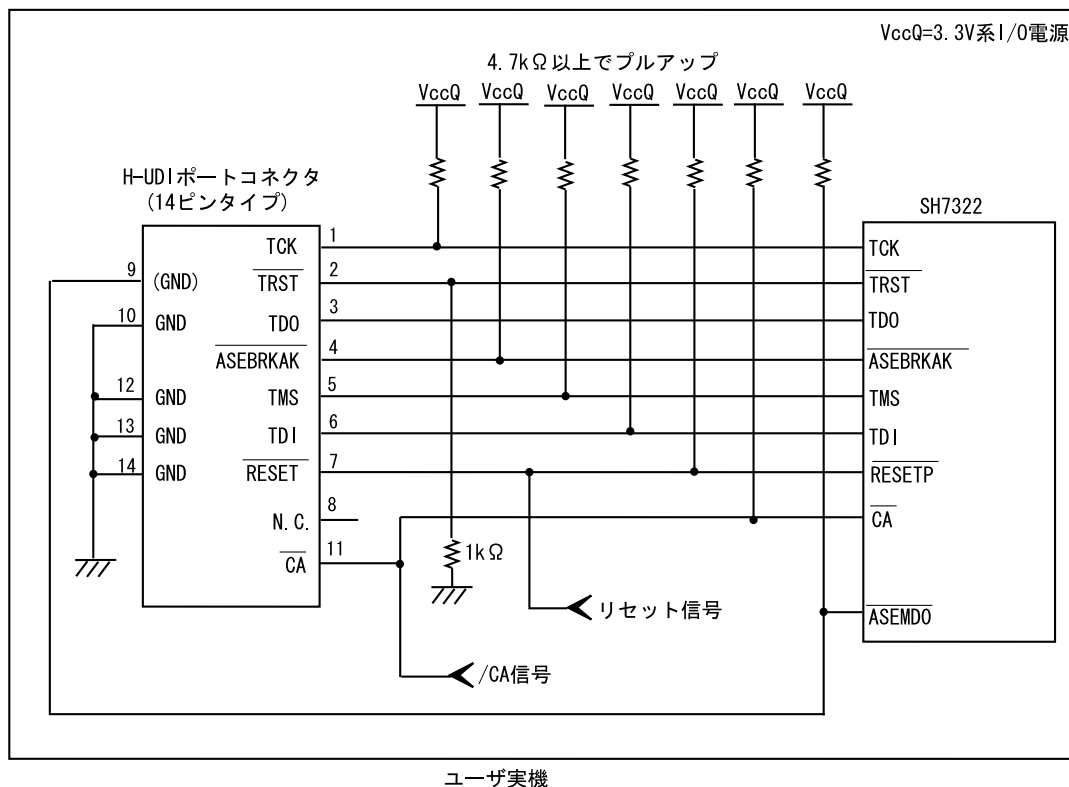

図 1.6 E10A-USB 使用時の H-UDI ポートコネクタ - チップ間の接続例
E10A-USB エミュレータ使用時の H-UDI ポートコネクタ(14 ピンタイプ)とチップ間の推奨接続例を図 1.5、UVCC 未接続時の接続例を図 1.6 に示します。
- E10A-USB エミュレータのスイッチ(SW2=0, SW3=0 側)を切り替えることにより 11pin を /CA 端子として使用することができます。本設定では、UVCC 端子にユーザ電源を供給できませんので、ユーザインタフェースの I/O 電圧は 3.3V 固定となります。このとき、8pin は N.C.(オープン)としてください。(図 1.6 参照)
- 図 1.6 接続例で回路を組んだ場合の E10A-USB エミュレータのスイッチ設定：SW2=0, SW3=0 スイッチ設定の詳細は、「SuperH™ファミリ用 E10A-USB エミュレータユーザーズマニュアル デバッグ編 3.8 章 DIP スイッチの設定」を参照してください。